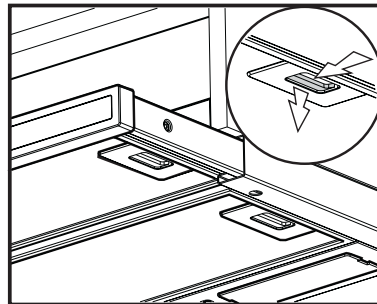

Fig. 1
1. Skruva fast konsolerna **D** (Fig. 1) på köksskåpets sidopaneler. Använd två skruvar per konsol (höger konsol **R** på höger sida och vänster konsol **L** på vänster sida). Se till att konsolerna är i linje med skåpets underkant. Placera konsolen så att den ligger an mot köksskåpets bakre kant. Tänk på att konsolens bakre kant skall svara mot fläktkåpens baksida.
2. Gör så här för att ta ut det smutsiga fettfiltret (fettfiltren). Dra först handtaget utåt, bort från flätkåpan, och sedan nedåt (**Fig. 1**).
2. Ta ut fettfiltret/filtren (**Fig. 1**).
5. Sätt tillbaka fettfiltret/filtren (**Fig. 1**).